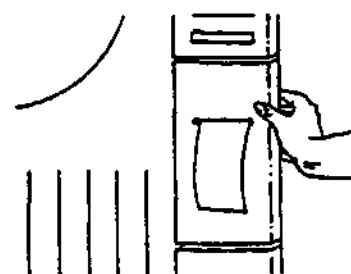

Рис. 5-12: Закрытие выдвижной панели.
6. Закройте выдвижную панель принтера, убедившись, что принтерная бумага выходит из щели для принтерной бумаги (Рис. 5-12)